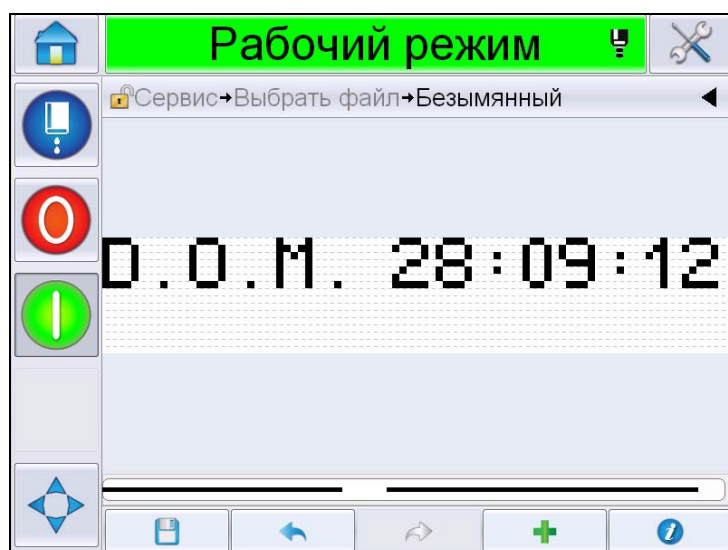

Рис. 5-29: Страница сообщения
Сообщение в выбранном формате отображается на странице *Сообщение* (Рис. 5-29). Перейдите к Шаг 18 на странице 5-42, чтобы сохранить сообщение или перейдите к следующему шагу, чтобы добавить другое поле.
- 12** Сообщение в выбранном формате отобразится на странице *Сообщений* (Рис. 5-29). Перейдите к Шаг 18 на странице 5-42, чтобы сохранить сообщение или перейти к следующему шагу, чтобы добавить другое поле.